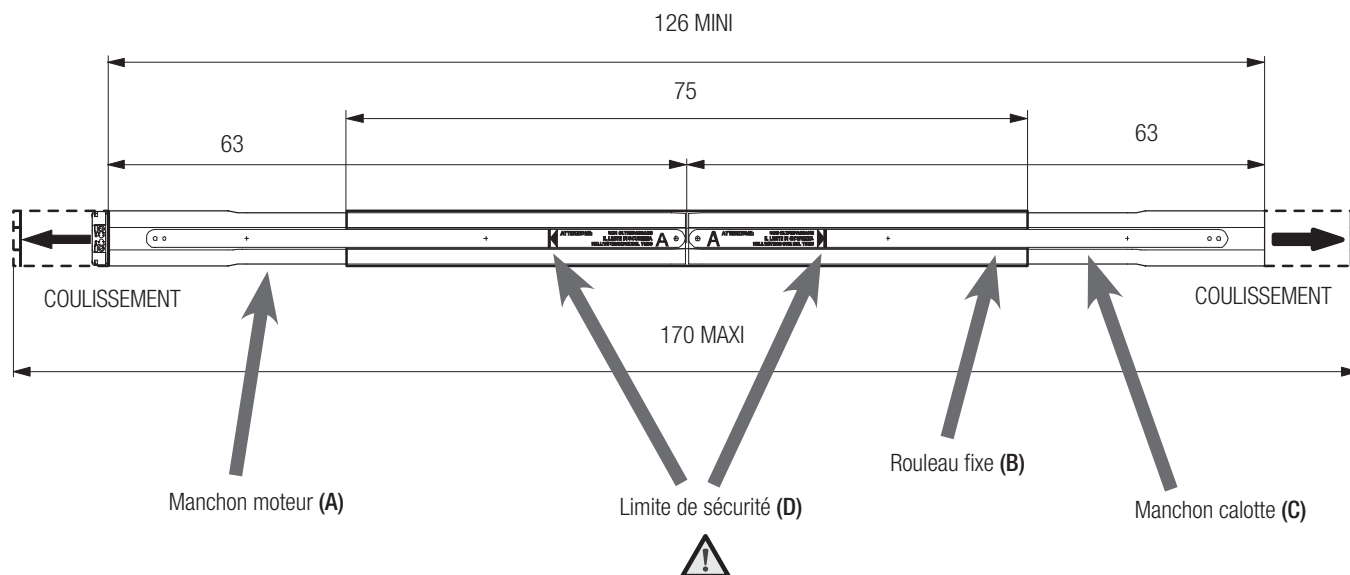

Fig. 10
Pour obtenir la valeur minimum, enfiler complètement les 2 manchons (Fig. 10 réf. **A-C**) à l'intérieur du rouleau fixe (fig. 10 réf. **B**) (Longueur rouleau 126 cm).
Pour obtenir la valeur maximum, extraire les 2 manchons (Fig. 10 réf. **A-C**) du rouleau, jusqu'à la limite de sécurité signalée sur le câble plat (Fig. 10 réf. **D**) (Longueur rouleau 170 cm).
! LORSQU'ON FAIT COULISSER LES MANCHONS VERS LES EXTRÉMITÉS EXTERNES DU ROULEAU FIXE, NE JAMAIS DÉPASSER LA LIMITE DE SÉCURITÉ (Fig. 10 réf. D)
4.2 ASSEMBLAGES DÉCRITS AUX CHAPITRES 3.3 (Fig. 10)